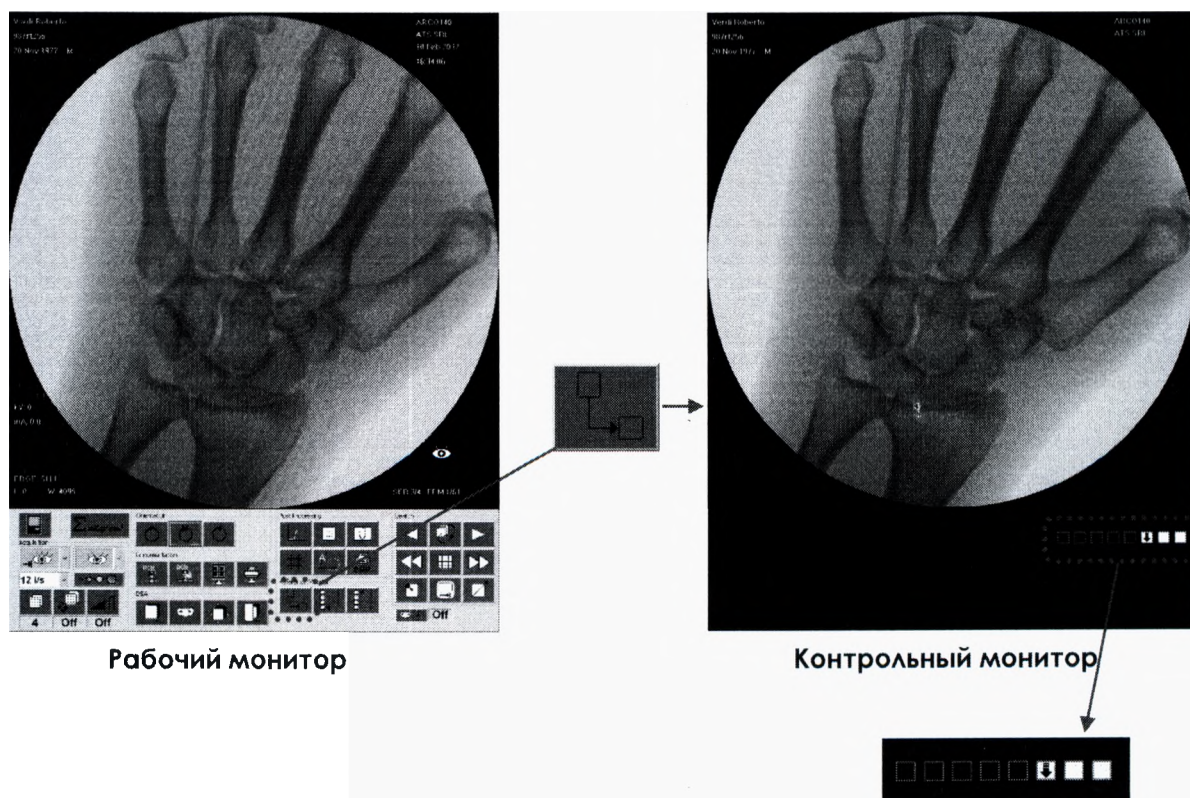

Рисунок 95
9.5.9.1 Рабочее изображение можно перенести на контрольный монитор и, таким образом, создать контрольное изображение для текущего исследования (см. рисунок 95).
Число контрольных изображений указано в белых клетках строки идентификации (см рисунок 95).